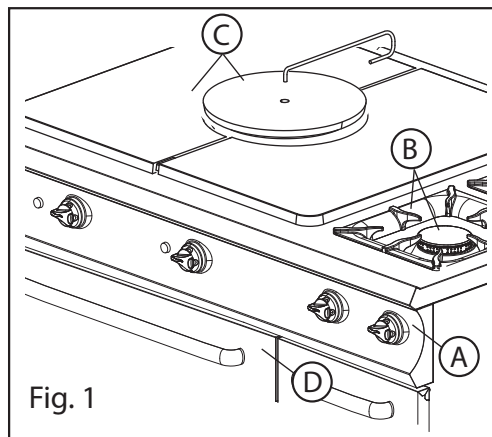

Fig. 1
- Fechar a torneira de interceptação a montante do equipamento (Fig. 1);
- Fechar a torneira de interceptação a montante do equipamento (Fig. 1).
- Substituir o injetor piloto (Fig. 1) pelo correspondente ao gás escolhido de acordo com as indicações da Tabela de referência.
- Soltar o parafuso de bloqueio (Fig. 1).
- Quando previsto, configurar a distância de (X) mm da manga correspondente ao gás escolhido (ver Tabela de Gases de referência).
- Com os instrumentos adequados, regular a abertura do orifício piloto (Fig. 1) de forma a ter:
2. Remover as grelhas, separador de chamas e queimadores (Fig. 1/A queimador 5,5 / 7 kW - Fig. 1/B queimador 11 kW)
1. Desmontar o painel de instrumentos e os manípulos (Fig. 1/A)
2. **Fogão:** retirar as grelhas e o distribuidor de chama (Fig. 1/B)
Chapeira 980: retirar o disco central com o respetivo ferro de manuseamento e as placas laterais (Fig. 1/C).
Forno: abrir a porta (Fig. 1/D).